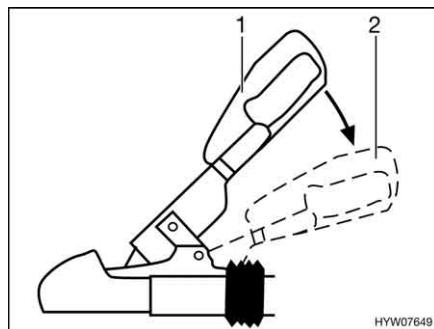

Fig. 104 Maniglia di stabilizzazione
- Attivare il dispositivo di stabilizzazione. A tal fine, premere la maniglia del gancio dalla posizione chiusa (Fig. 104,1) verso il basso (Fig. 104,2) fino all'arresto.